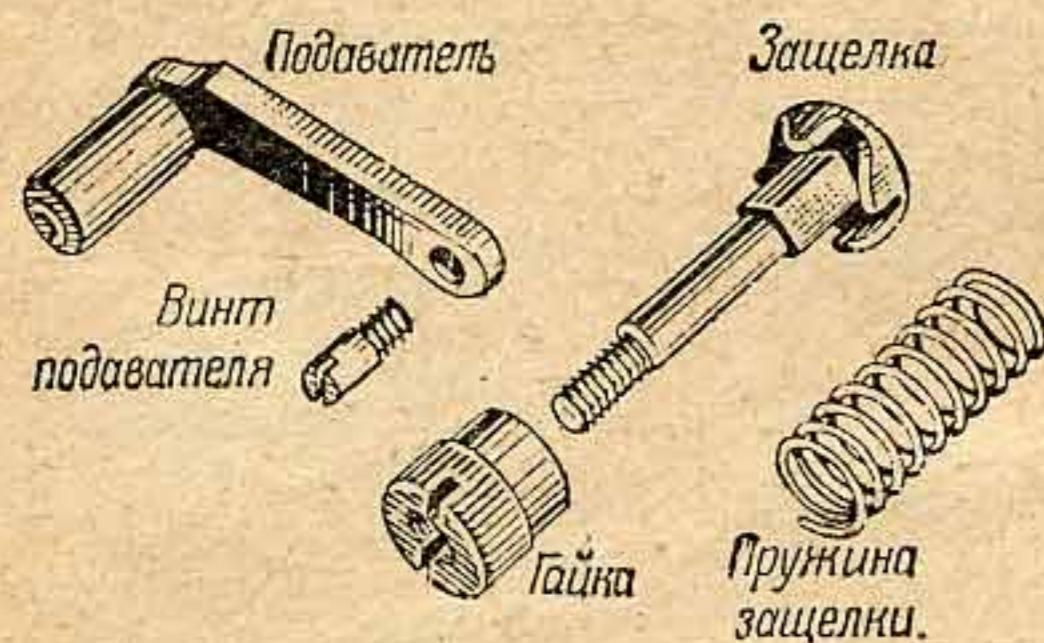

Рис. 26. Подаватель и защёлка
**Подаватель** (рис. 26) состоит из рычага и толкателя. На рычаге имеется отверстие для соединения подавателя с ушками барабана при помощи винта.
**Защёлка** (см. рис. 26) с четырьмя зубцами служит стопором барабана; она поджимается к нему пружиной и завинчивается гайкой.